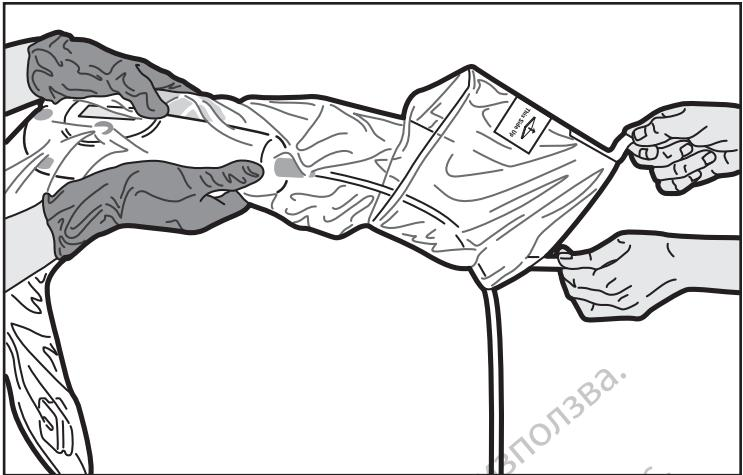

Figura 5. Desdobrar a bolsa
6. O operador no campo esterilizado segura, então, a Unidade de Acionamento do Motor MDU5 PLUS coberta. O operador no campo não esterilizado segura e puxa as patilhas até a bolsa ser desdoblada até ao seu comprimento máximo (Figura 5).